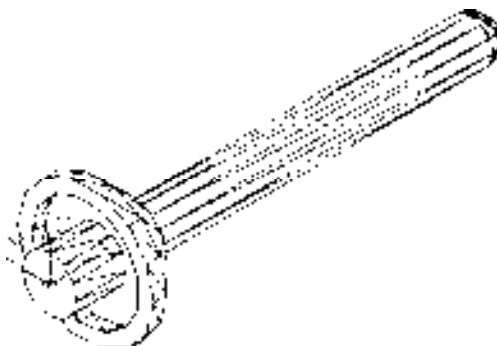

图 10-60 消隐结果
① 单击“视图”工具栏中的“西南等轴测”按钮 $\text{西南等轴测}$ ，切换三维视图。
② 单击“渲染”工具栏中的“隐藏”按钮 $\text{隐藏}$ ，消隐结果如图 10-60 所示。